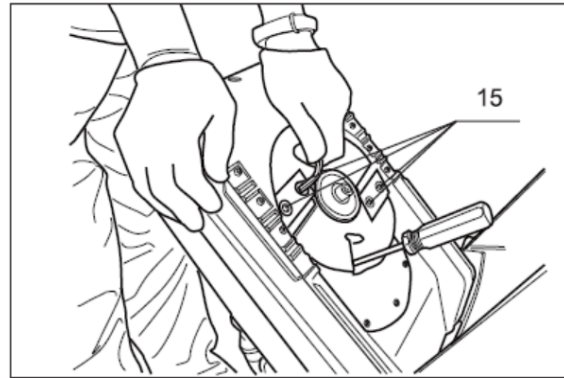

Fig. 9
6. Bloquear el disco de la cuchilla. con destornillador. Desatornille los dos pernos internos de cabeza hexagonal (15) y observe la posición del ángulo de corte de la hoja (Fig.9).